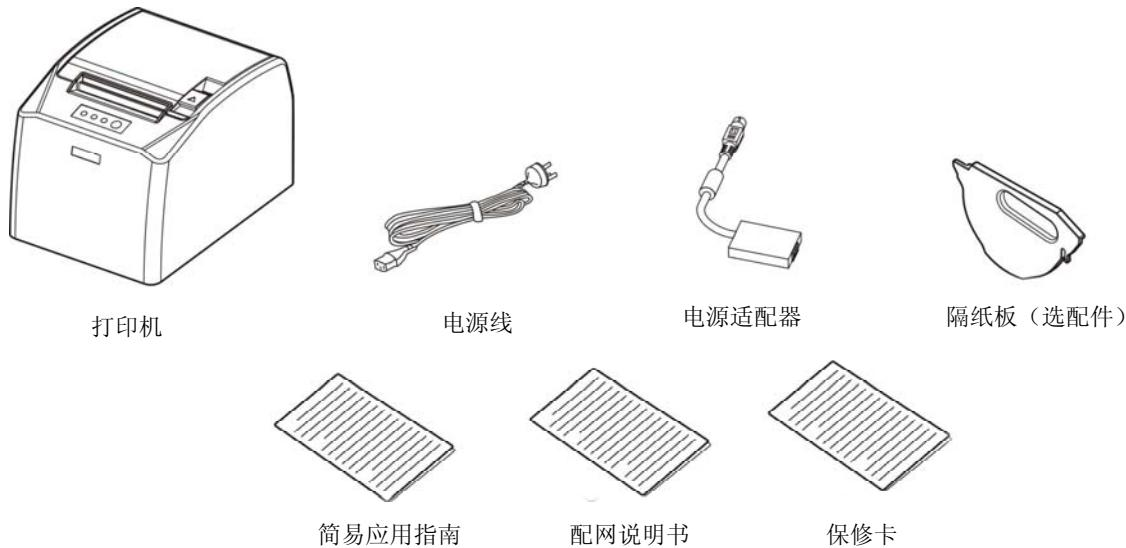

图 2-1 打印机包装配件
在打印机包装箱内，应具有以下各项：(1) 打印机；(2) 电源线；(3) 电源适配器；(4) 隔纸板（选配件）；(5) 简易应用指南；(6) 配网说明书；(7) 保修卡（如图 2-1 所示）。如有遗漏，请向有关经销商联系。